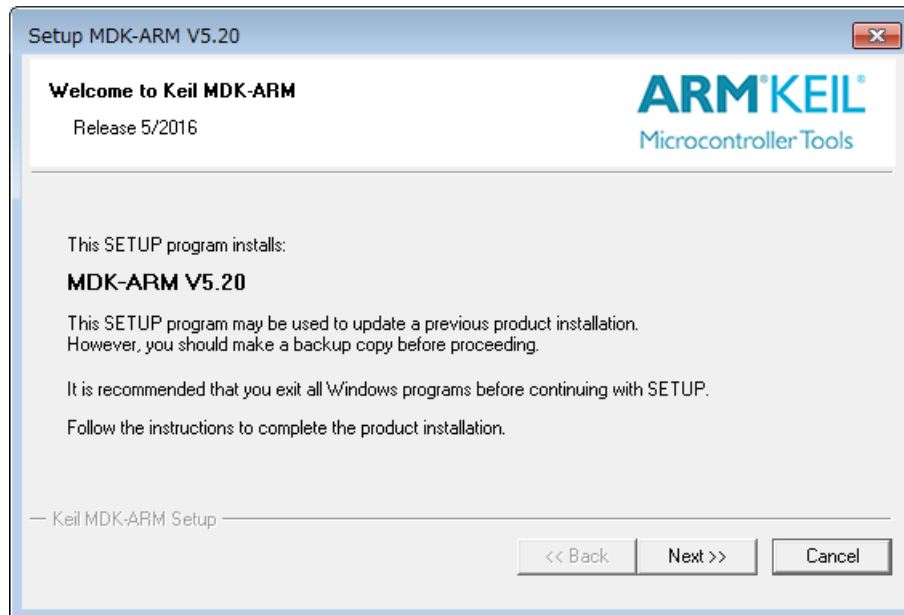

図 3.1.2.1 起動直後の MDK-ARM インストールウィザード画面
- (1) ARM 社の Web サイトより、MDK-ARM のインストーラを入手します。
- (2) Windows 上で動作している全てのアプリケーションを終了します。
- (3) インストーラをダブルクリックして起動します。起動すると、インストールウィザード画面が表示されます。(図 3.1.2.1)
- (4) インストールウィザード画面の[Next>>]ボタンをクリックします。(図 3.1.2.1)